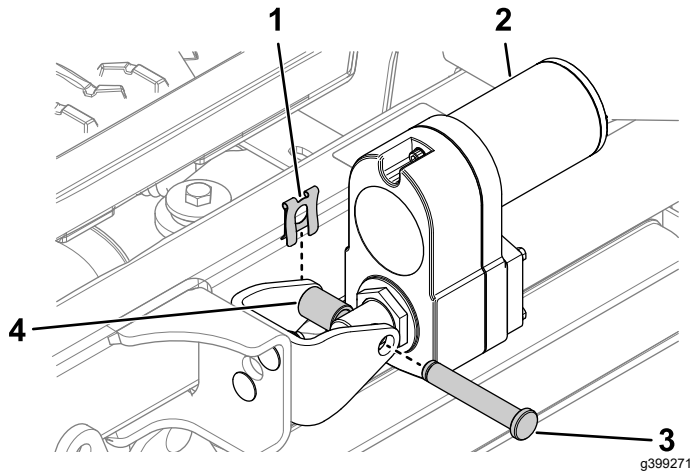

図 25
3. クレビスピン、アルミ製スペーサ、ピンクリップを使って、図 25のようにアクチュエータをマウントに固定する。